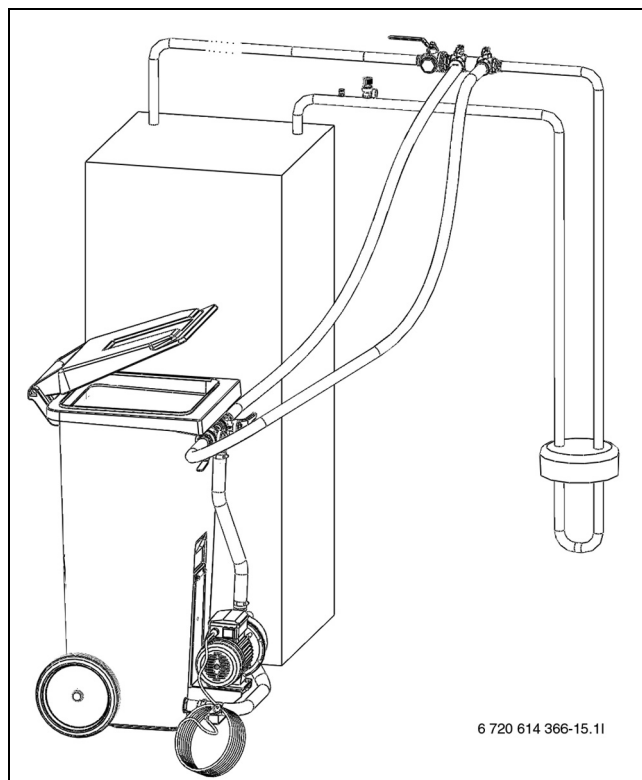

Рис. 24 Заполнение через станцию
- ▶ Подсоедините два шланга к заполняющей станции и узлу заполнения (→ рис. 24).